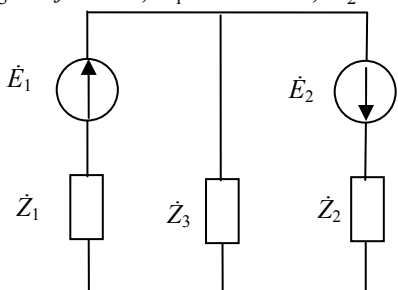

Рис. 3.3
3.1.3. Определить комплексы действующих значений токов в ветвях электрической цепи (рис. 3.3), если  $\dot{Z}_1 = 26 + j25$  Ом,  $\dot{Z}_2 = 26 - j5$  Ом,  $\dot{Z}_3 = -j10$  Ом,  $\dot{E}_1 = 20e^{j30}$  В,  $\dot{E}_2 = 80$  В.